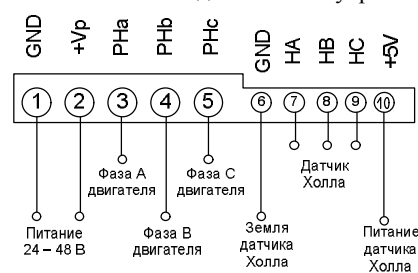
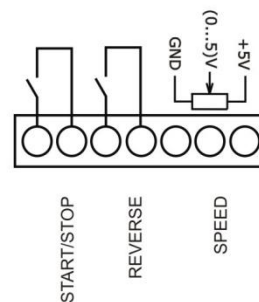

Рис. 2. Схема подключения
Рис. 3. Управляющие сигналы
Схема подключения на Рис. 2
Схемы подключения и управляющие сигналы представлены на рис. 2 и рис. 3
1. Выполните соединение устройства с двигателем – в соответствии со схемой подключения на Рис. 2. Фазы двигателя подключаются ко входам 3-5 «PHa», «PHb», «PHc». Выходы датчиков Холла двигателя подключаются ко входам 7-9 «Ha», «Hb», «Hc». Земля датчика Холла подключается ко входу 6 GND, а питание датчиков Холла ко входу 10 «+5V».
2. Подключите внешние цепи управления – в соответствии со схемой подключения на Рис. 3: